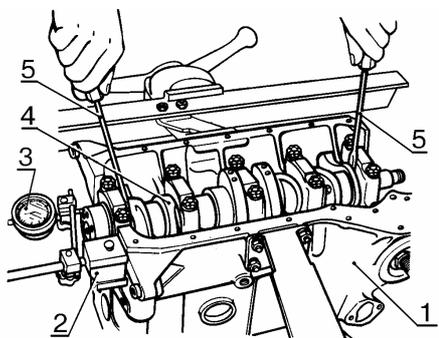

Рис.50.
- проверить осевой зазор коленчатого вала. Установить на блок цилиндров 1, рис.50, стойку 2 с индикатором 3. Опереть измерительный стержень индикатора на фланец коленчатого вала 4, как показано на рисунке, и выставить шкалу индикатора на ноль. Перемещая коленчатый вал с помощью отверток 5, замерить осевой зазор вала 4. Осевой зазор коленчатого